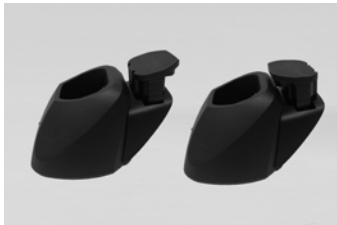

Abb. 25
1. Den Akku wie abgebildet (Abb. 25) mit den Kontakten nach unten einlegen. Beide Einlegeorientierungen sind möglich.